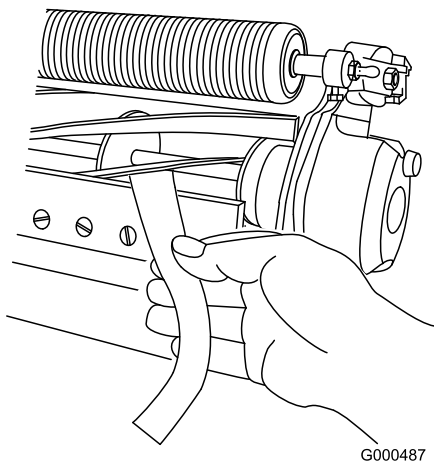

図 10
3. リール前面の左右いずれかの端を選び、リールと下刃の間に長く切った新聞紙片を差し入れる (図 10)。リールをゆっくり前回転させながら下刃調整ネジを締め (新聞紙を入れた側の調整ネジを、1 目盛りずつゆっくりと)、新聞紙を前から (ベッドナイフの上面に平行に) 入れると軽く挟まれる程度に調整する。新聞紙を引き抜くのに軽い力が必要な程度でよい。
5. 両側の調整ができれば最終確認を行う：紙片をリールの前から差し込んだ時にははさむだけ、下から差し込むと切れるのが正しい調整である (図 10)。リールと下刃のごくわずかの接触で紙が切れなければいけない。接触を強くしないと切れない場合には、鋭利な刃先を取り戻して精密なカットができるようにバックラップか研磨を行うことが必要 (Toro 研磨マニュアルを参照)。